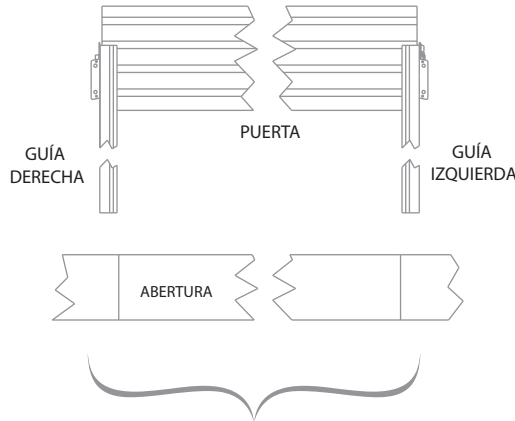

FIGURA 2
- En el interior del edificio, coloque la guía izquierda sobre el piso en forma perpendicular a la abertura, con la parte inferior de la guía cerca del marco izquierdo y con la parte superior hacia el interior del edificio. Haga lo mismo con la guía derecha en relación con el marco derecho. **Consultar figura 2.**